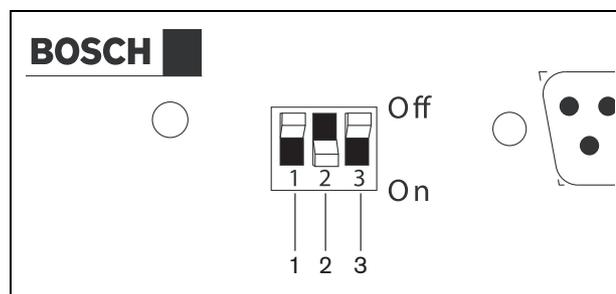

figura 5.2: Impostazione dell'orario estivo ed invernale (ora legale)
- 1 Identificare il relativo set di DIP switch sul pannello posteriore (vedere la figura 5.2).